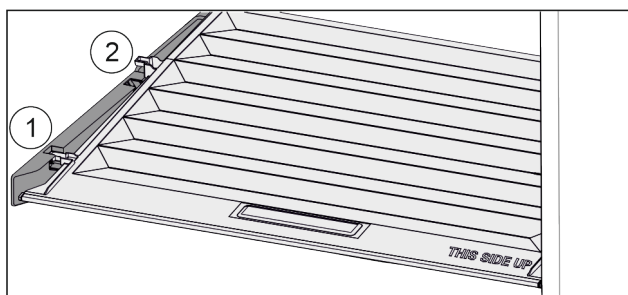

Fig. 161
- Deksel tot de opening in de vasthouddelen naar voren trekken Fig. 161 (1).
- Aan de achterkant vanaf de onderkant omhoog tillen en vanaf de bovenkant verwijderen Fig. 161 (2).